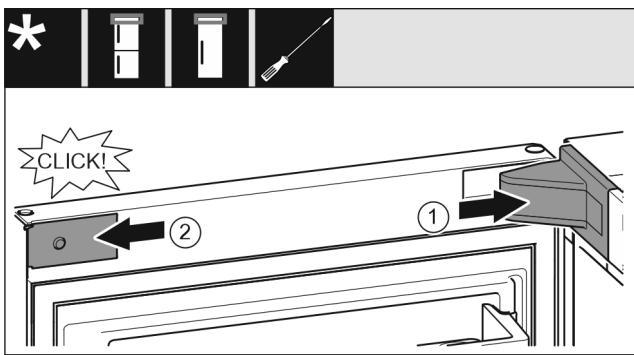

Fig. 22
- Nasadte kryt ložiskovej konzoly Fig. 22 (1) a zaklapnite, príp. opatrne roztlačte.
- Nasadte kryt Fig. 22 (2) z boku a zaklapnite ho.